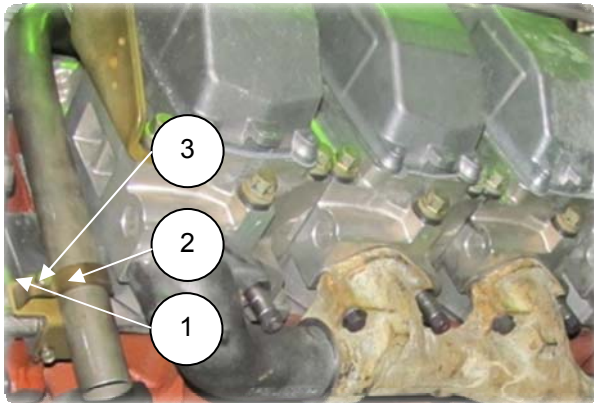

Рис. 6.50
10. Установить на блок цилиндров кронштейн (1) (840.1014145) крепления трубки отвода газов, собрать 2 болта М8 с пружинными шайбами, завернуть болты предварительно на 2-3 нитки от руки (рис. 6.50);
13. Закрепить свободный конец трубки скобой (2) (840.1014147) к кронштейну. Собрать болт М8 крепления трубки с пружинной шайбой, завернуть болты предварительно на 2-3 нитки от руки (рис. 6.50);
14. Завернуть болт (3) (S=12) окончательно